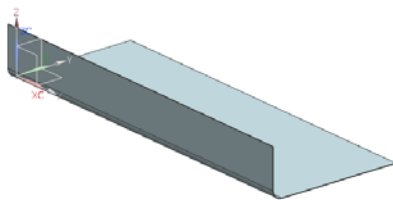

图 3-101 创建弯边特征 1
- (4) 单击 **应用** 按钮，创建弯边特征 1，如图 3-101 所示。